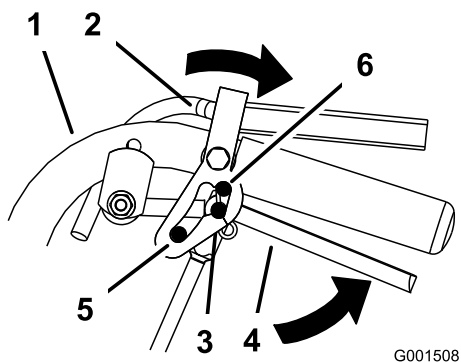

Figure 10
2. Placez les pouces sur la partie supérieure des verrous et ramenez-les en arrière jusqu'à ce que les ergots soient à la position point mort (Figure 10).